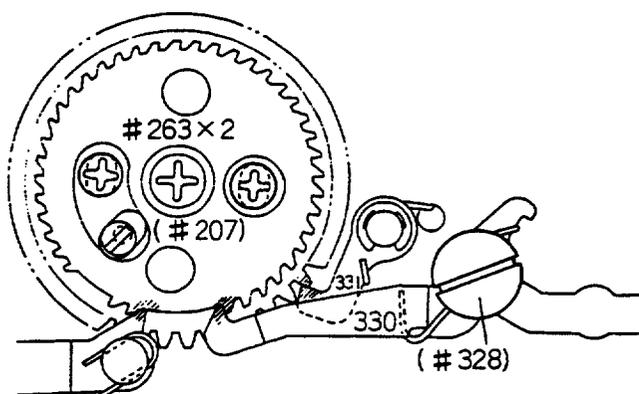

fig. 5-1
(fig. 5-1)
⑦調整は、ビス#263×2を弛め、カウンター偏心ピン(#207)を回しカウンタープリント板(#337)の変位にて行なう。(fig. 5-1)
⑧カウンターswのOFF→ONの切替えは、止め爪#331の先端がカウンターギア#335の歯の頂上の平部で行なわれること。
⑨調整後